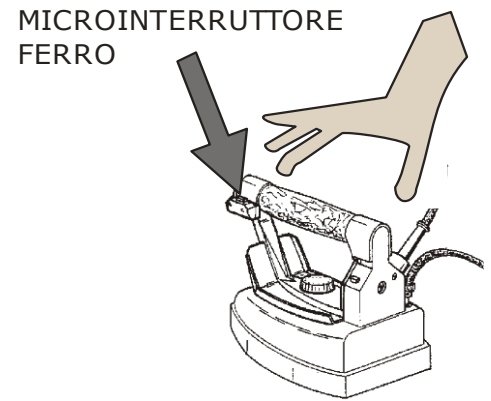

Fig. 5
1. Passare il ferro da stiro sui capi da stirare, premendo ad intervalli il microinterruttore del ferro (fig. 5) per far uscire il vapore. L'aspirazione evita ristagni d'acqua sul tavolo e permettere al capo di asciugarsi.